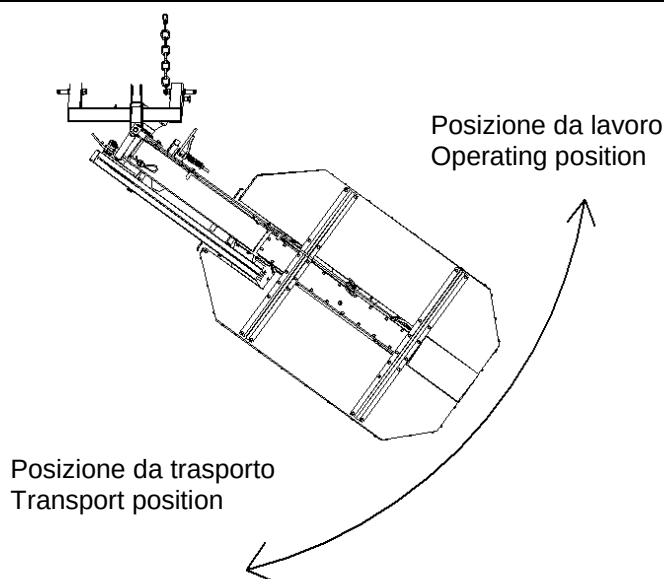

Fig. 4: barra falciante in posizione da lavoro - posizione da trasporto
1. Una protezione completamente raddoppiata (il montaggio è mostrato nel paragrafo "montaggio protezioni") deve essere posta sulla copertura dell'unità di taglio subito dopo aver rimosso le viti (Fig.4 nr.1) e l'asta di montaggio (Fig.4 nr.2).
1. A fully twisted guard (mounting is shown in section "13.2.7 Guard assembly" must be placed on the cutting unit cover after prior removal of the screws (Fig. 4 item 1) and the rod assembly (Fig. 4 item 2).
6. Spostare manualmente la barra falciante in posizione da trasporto (fig.4) così che il perno di blocco viene inserito nell'apertura della staffa (il cavo deve essere sciolto) (fig.3.2).
6. Move the mower into the transport position manually (Fig.4) so that the interlock pin is inserted into the yoke opening (the cord must be loose) (Fig.3.2).
- Spostare manualmente la barra falciante in posizione da trasporto (fig.4) così che il perno di blocco viene inserito nell'apertura della staffa (il cavo deve essere sciolto) (fig.3.2).
5. Dal retro della macchina, tirare il cavo in modo da sganciare il perno di blocco (fig.3.2/B) e poi girare la barra falciante in configurazione da lavoro (fig.4).
5. Standing at the back of the machine, pull the cord thus removing the pin interlock from the yoke (Fig.3.2/B), then turn the mower into the operating position (Fig.4).